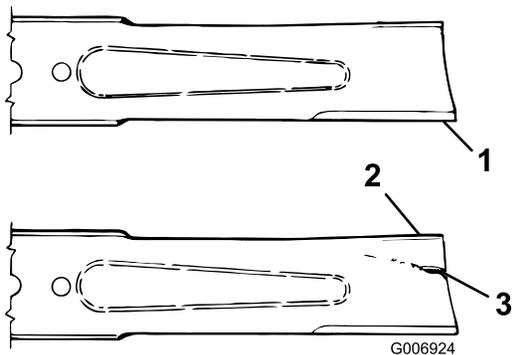

Figure 86
3. Examinez attentivement les tranchants de la lame, particulièrement au point de rencontre des parties plane et relevée (Figure 86). Remplacez
la lame si elle est usée (Figure 86) ; voir Dépose de la lame (page 69).